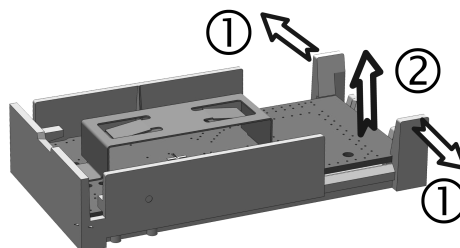

рисунок 3: Извлечение платы
- Извлечь плату. Для этого необходимо аккуратно отогнуть оба выступа защелки (рисунок 3) наружу, а затем приподнять плату.